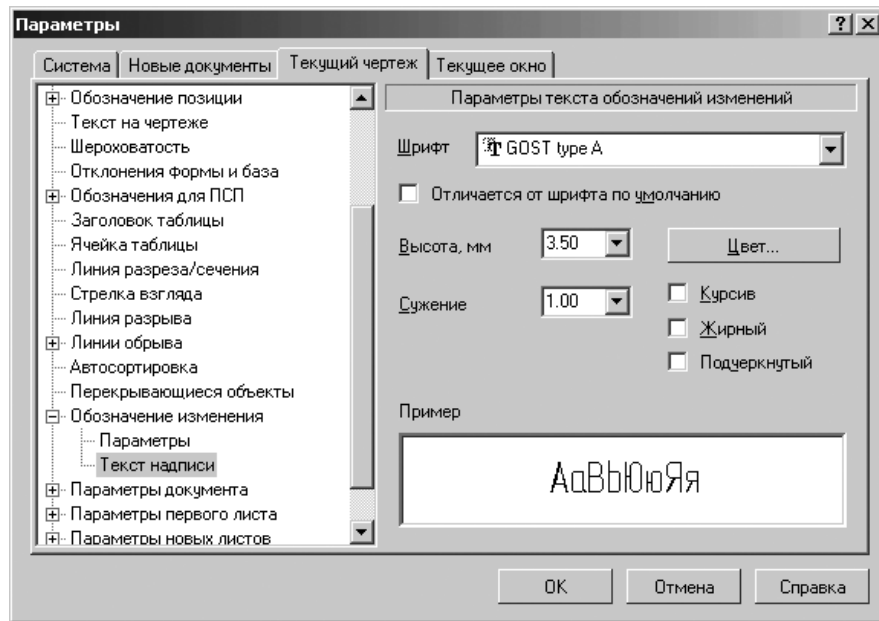

Рис. 10.77. Диалоговое окно **Параметры** с открытой вкладкой **Новые документы (Текущий чертеж)** и панелью **Параметры текста обозначений изменений**
- щелкните в списке настраиваемых элементов **Обозначение изменения** по пункту **Текст надписи**. В правой части появится панель **Параметры текста обозначений изменений**, показанная на рис. 10.77;